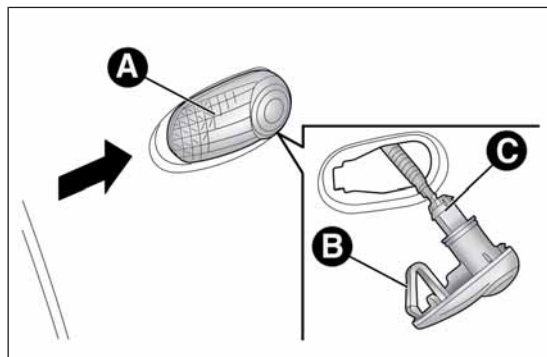

fig. 137
- agisci sul trasparente A fig. 137 in modo da comprimere la molletta B, quindi sfilare il gruppo verso l'esterno;